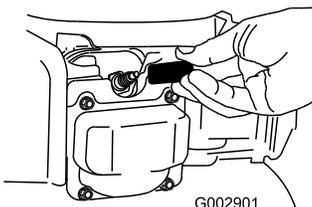

Bild 36
2. Ziehen Sie das Zündkabel von der Zündkerze (Bild 36) ab, bevor Sie Wartungsarbeiten ausführen.